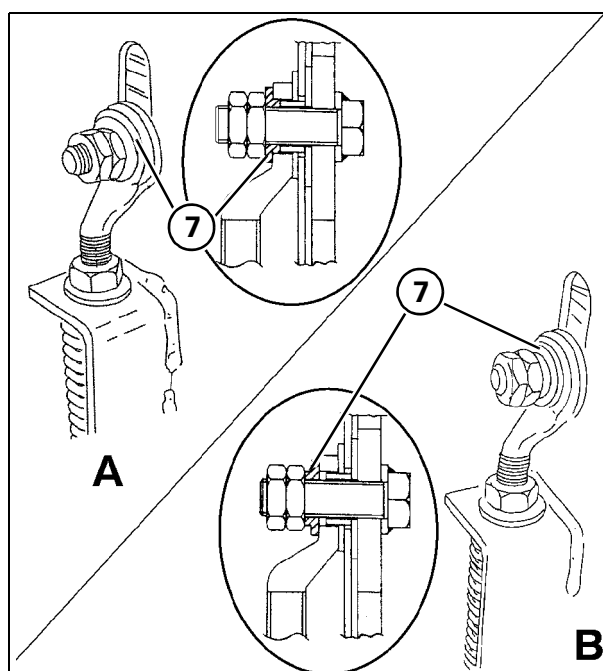

Рис. 21
- a) При помощи натяжителя (1) установить передний ролик (6) так, чтобы зазор "А" между планками цепи элеватора и нижней частью элеватора составлял 25 мм.
- a) При помощи натяжителя (1) установить передний ролик (6) так, чтобы зазор "А" между планками цепи элеватора и нижней частью элеватора составлял 70 мм.
- b) Застопорить передний ролик, с обеих сторон вращая в обратном направлении распорное кольцо (7).
- Рис. 21-А указывает на положение втулки (7) качания ролика. Рис. 21-В указывает на положение втулки (7) блокировки ролика.